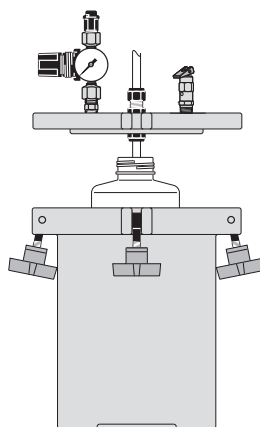

Figure 4
7. Remettre le couvercle. Si un conditionnement d'origine est utilisé, s'assurer que le tuyau traversant le couvercle est bien inséré dans ce conditionnement. (Figure 4).